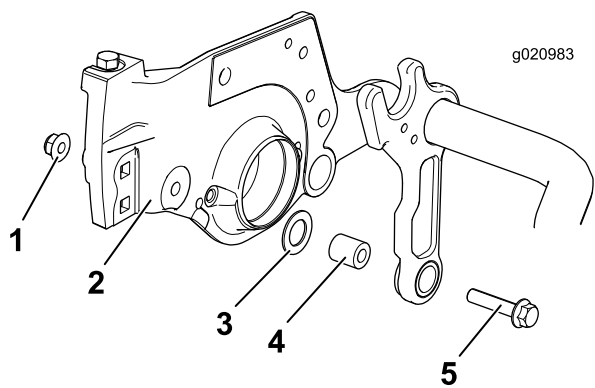

Figura 4
- Su ciascun lato del telaio portante, rimuovete il bullone, il dado, la rondella e il distanziale esistenti (Figura 4).